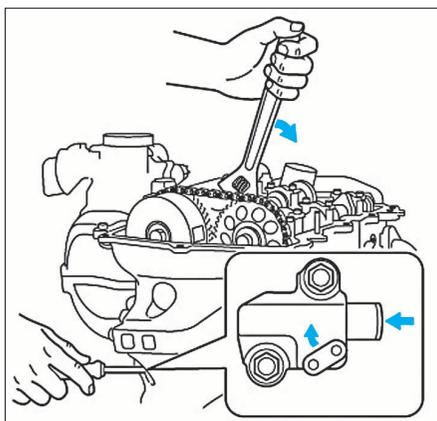

FIG. 69
- Faire tourner légèrement l'arbre à cames d'admission, afin de libérer le tendeur, tout en actionnant le mécanisme de tendeur (Fig.69).